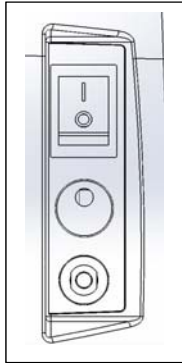

Figura 2
- A. **INTERRUPTOR PRINCIPAL:** se encuentra en la parte posterior de la máquina y suministra energía a la laminadora. El símbolo «I» indica la posición «ON» (ENCENDIDO). El símbolo «O» señala la posición «OFF» (APAGADO) (figura 2).
- K. **Disyuntor:** (figura 2) El disyuntor se encuentra debajo del cable de alimentación y puede reiniciarse presionando el botón. Si el circuito continúa fallando, comuníquese con un proveedor de servicio autorizado.